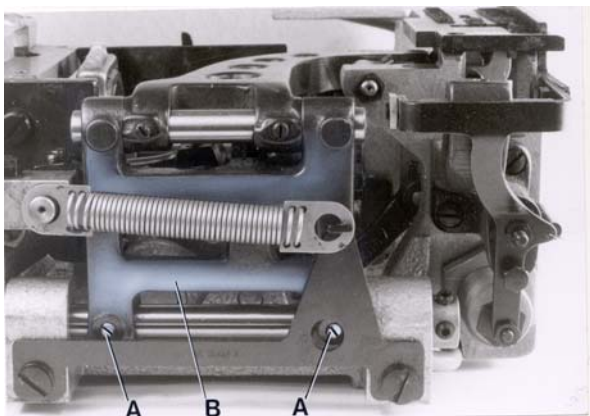

Fig. 7
After loosening screws (A, Fig. 7) rear in the feed rocker (B), the feed bar with feed dog can be moved laterally to center the feed dog in the throat plate slots, if required. Retighten screws (A).
Despues de haber soltado los tornillos (A, Fig. 7) en el marco del transportador (B), la barra de alimentacion con el alimentador puede ser movido lateralmente para centrar el alimentador en las ranuras de la placa de la aguja, si haga falta. Apriete los tornillos (A).